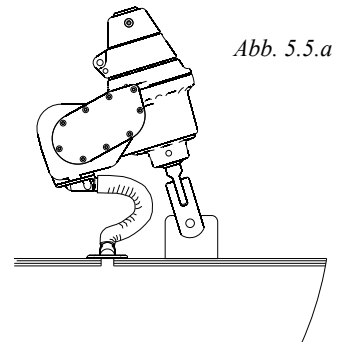

Abb. 5.5.a
Die Antriebseinheit hat eine Kabeldurchführung ① aus Edelstahl, aus dem beide Kabel C3 geführt sind. Die Durchführung ist durch einen O-Ring abgedichtet und kann in 8 verschiedenen Positionen montiert werden, abhängig von der Richtung, des Kabelschutts. (bei Lieferung zeigt die Kabeldurchführung gerade nach vorne). Siehe Abb. 5.5.b.